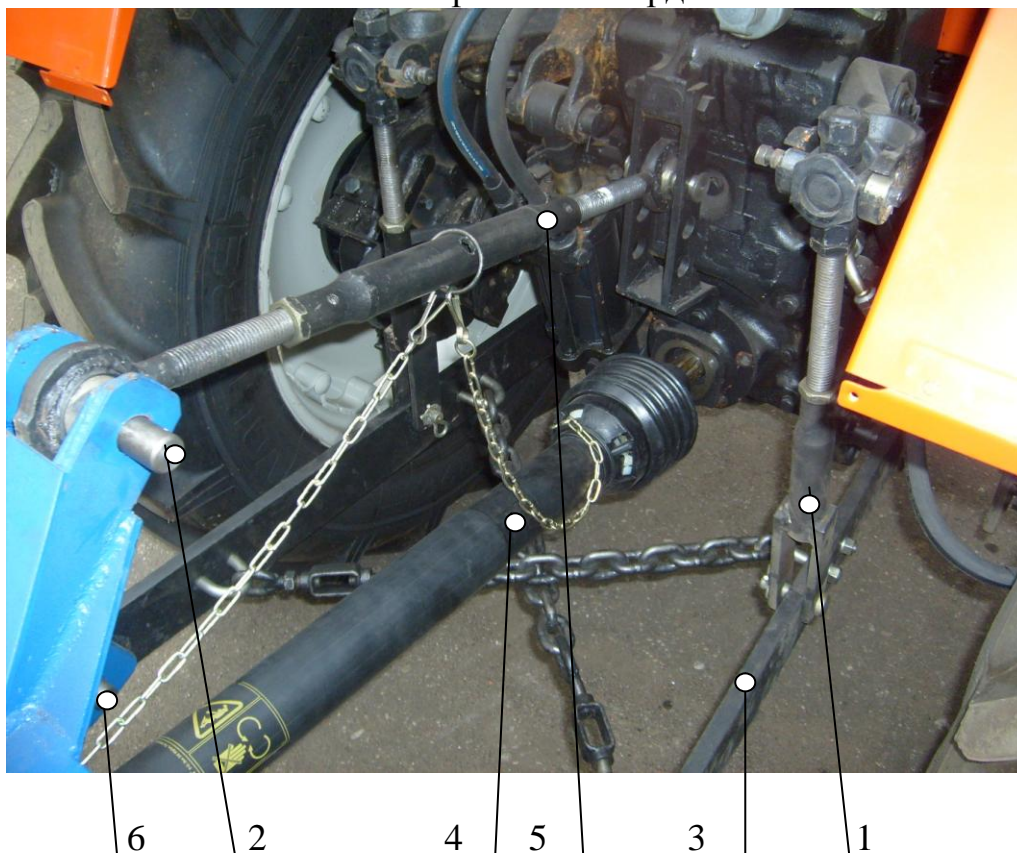

Рисунок 3. Установка Рамы и Вала карданного.
5.1.1 Навесить Раму на Рычаги задней навески (поз.3 рис.3) Трактора, установив Пальцы (поз.6 рис.3).
5.1.2 Карданный вал (поз.4 рис.3) установить на ВОМ трактора и шлицевой вал Узла ведущей шестерни, зафиксировать штифтами.
5.1.3 Установить Талреп (поз.5 рис.3) в верхнее ухо Рамы и зафиксировать Пальцем (поз.2 рис.3). Все Пальцы зафиксировать шплинтами, кожухи карданного вала зафиксировать цепочками за Талреп.
5.1.4 Регулируемыми растяжками (поз.1 рис.3) установить и зафиксировать положение Рычагов в Раме.